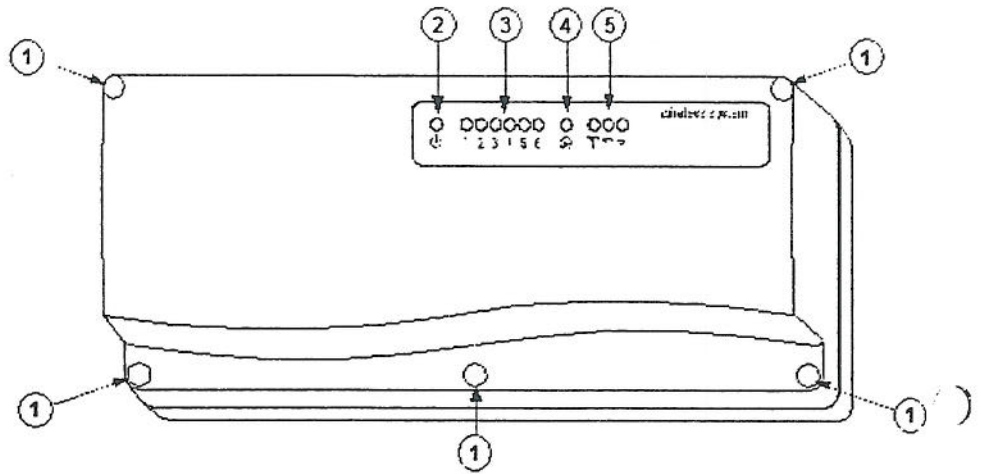

Fig. 1. Trådløs styresystemer 6-kanaler/zoner, type DLP 600M
På frontpanelet af DLP600M forefindes 11 indikatorer (se fig. 1):
For at fjerne frontpanelet, skal de fire skrue (1) fig. 1 skrues ud. Herefter fjernes frontpanelet nemt.